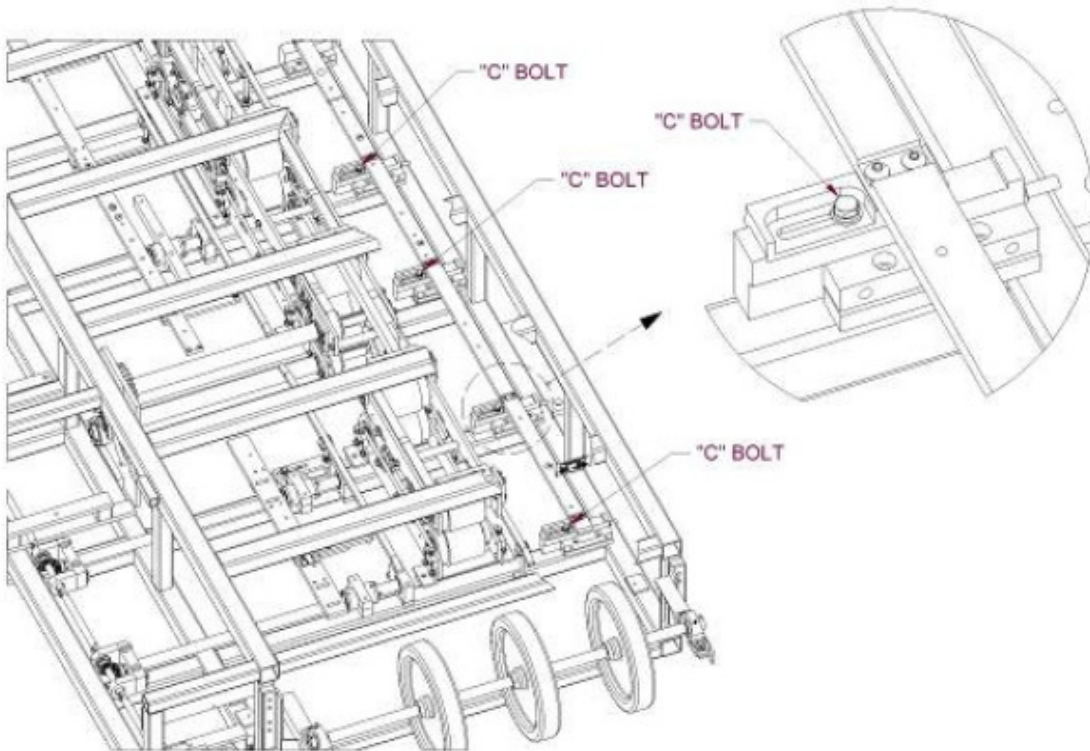

Ilustración 41: Abril 2009 y posterior.
5. Una vez que los 4 tornillos se encuentren flojos, deslice el carril de montura derecho #1 a la posición correcta, ya sea adentro o afuera. Asegúrese que se encuentre en posición y luego apriete los tornillos “C” (Ilustración 41 y 42).